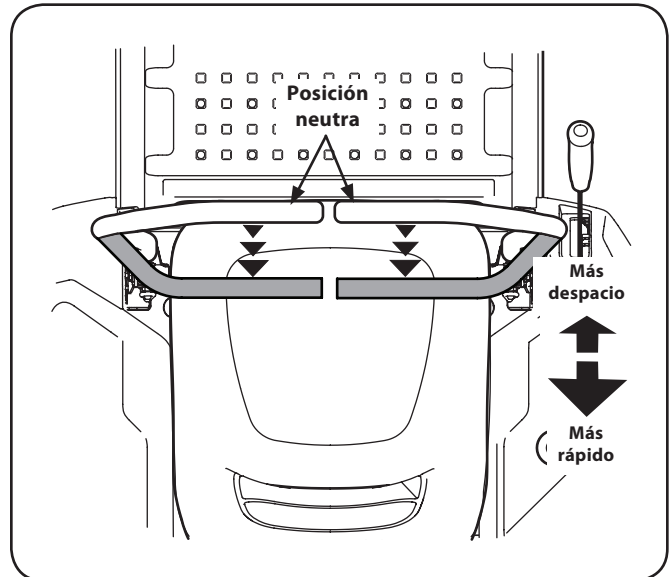

Figure 5-6
1. Mueva las dos palancas de control lenta y suavemente hacia atrás. El tractor comenzará a moverse hacia atrás. Consulte la Fig. 5-6.